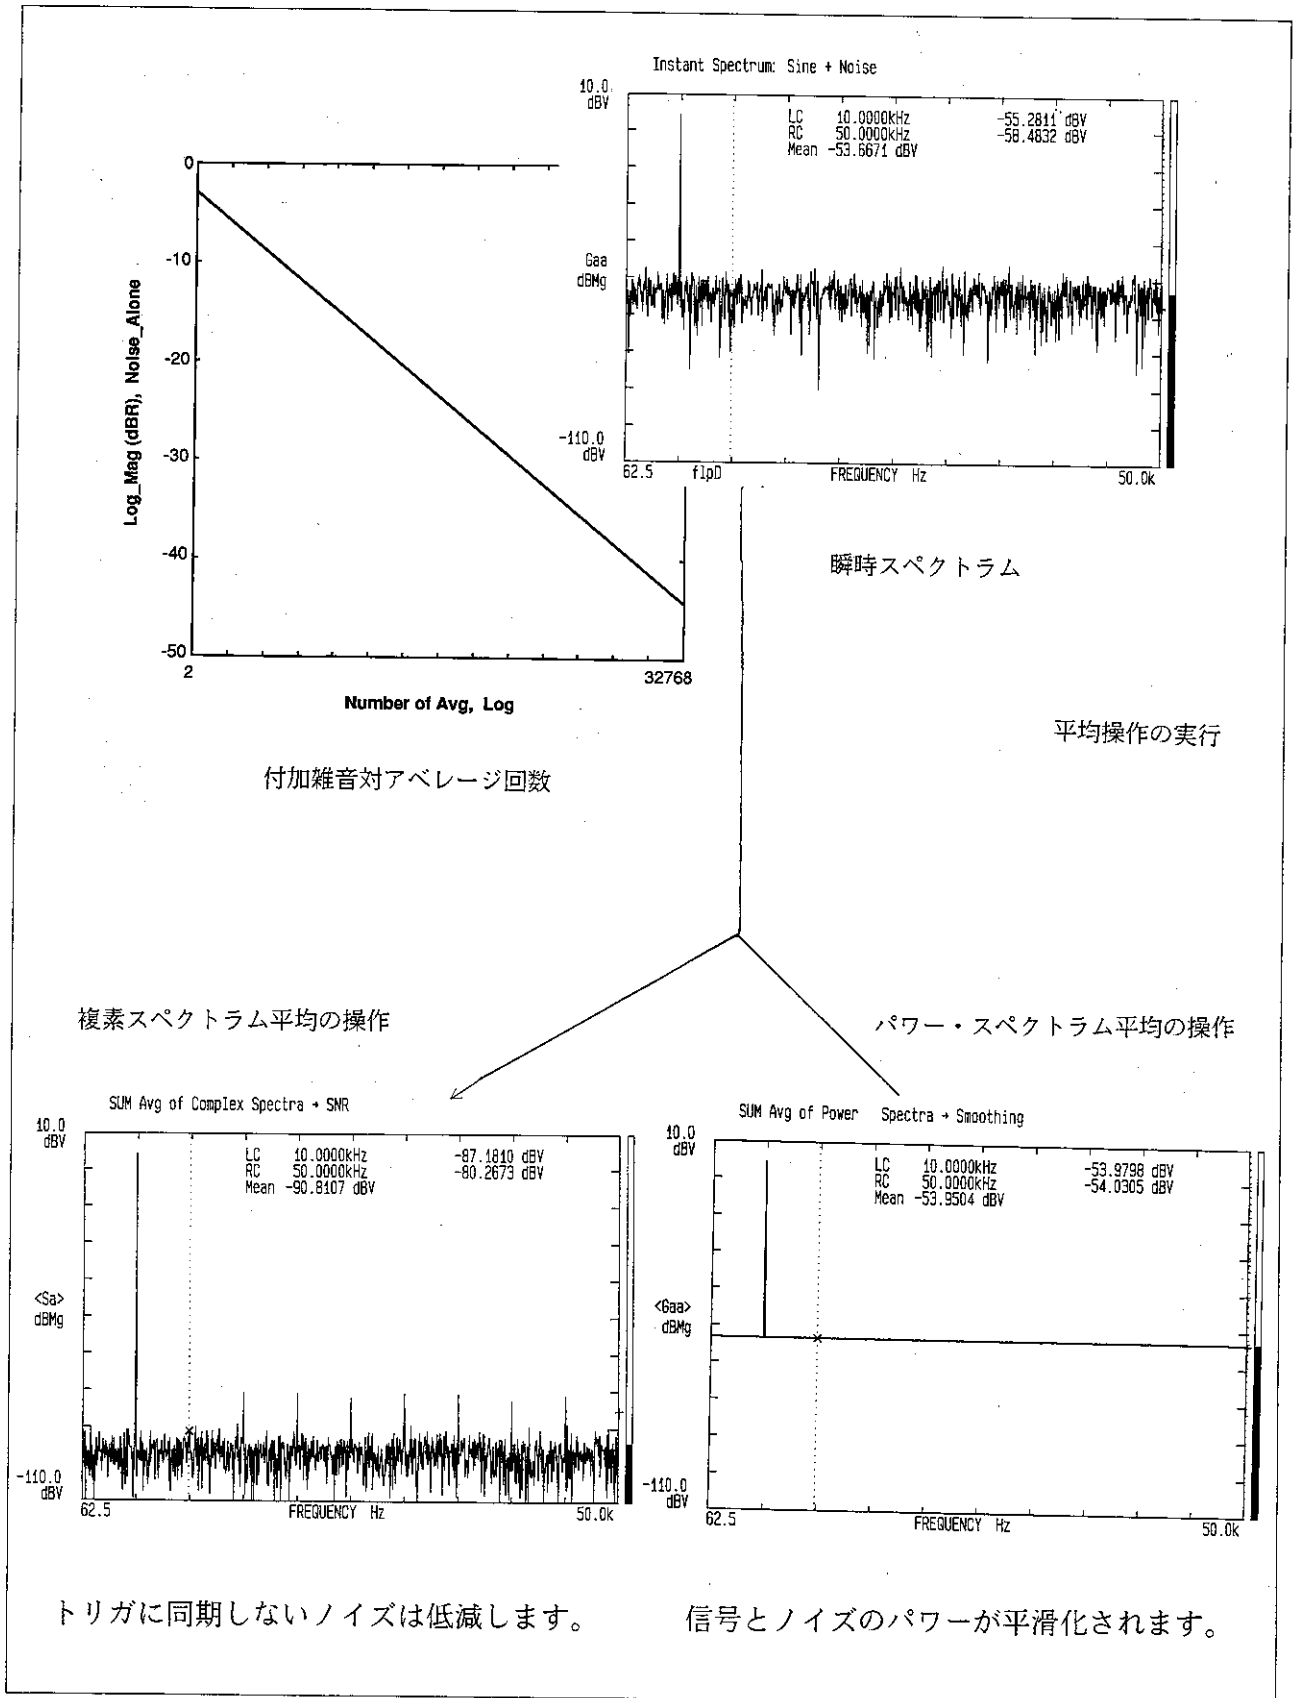

図2-4 パワー・スペクトラム平均と複素スペクトラム平均の効果
2. 平均スペクトラム・データによって、アプリケーションの違いがあります。（図2-4 を参照して下さい。）